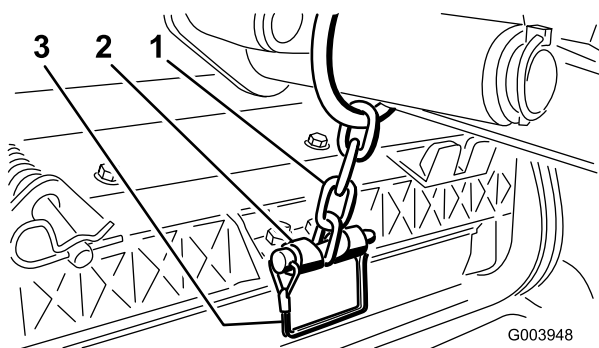

Figura 9
11. Prenda a corrente do braço de elevação ao suporte da corrente com o pino de encaixe (Figura 9).